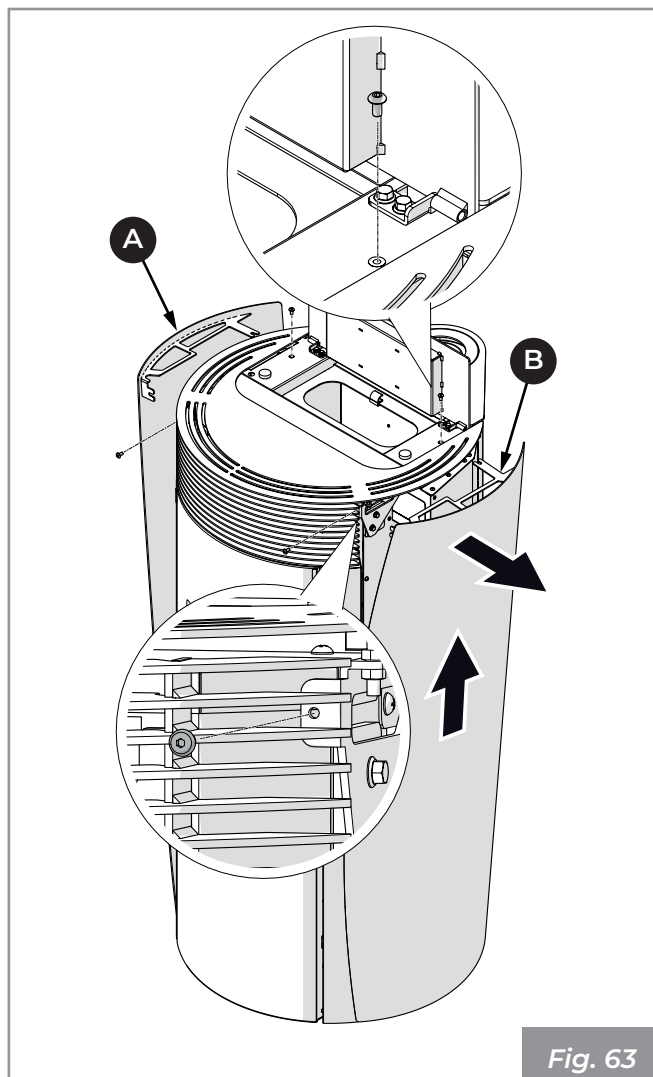

Fig. 63
- Desmontar los laterales (A) y (B) (Fig. 63).